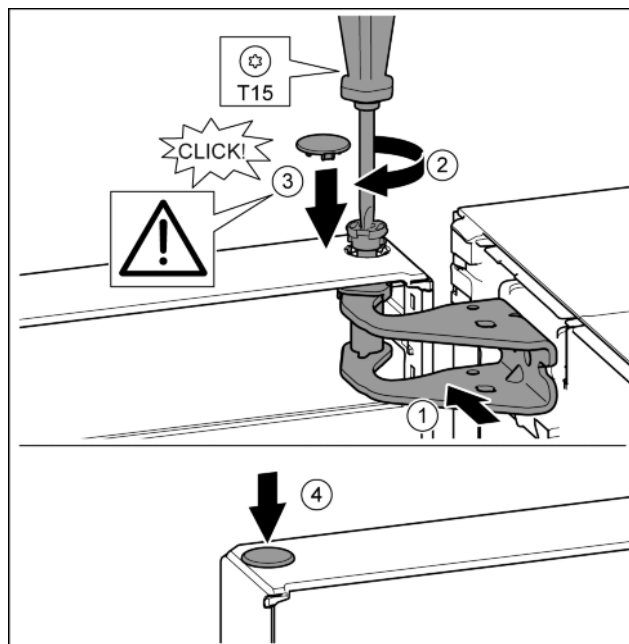

Fig. 24
- ▶ Дверь вверху выровнять по отверстию в опорном кронштейне. Fig. 24 (1)
- ▶ Вставить палец и затянуть отверткой T15. Fig. 24 (2)
- ▶ Установить предохранительную крышку для защиты двери: вставить предохранительную крышку и проверить, прилегает ли она к двери. В ином случае вставить палец полностью. Fig. 24 (3)
- ▶ Вставить заглушку. Fig. 24 (4)